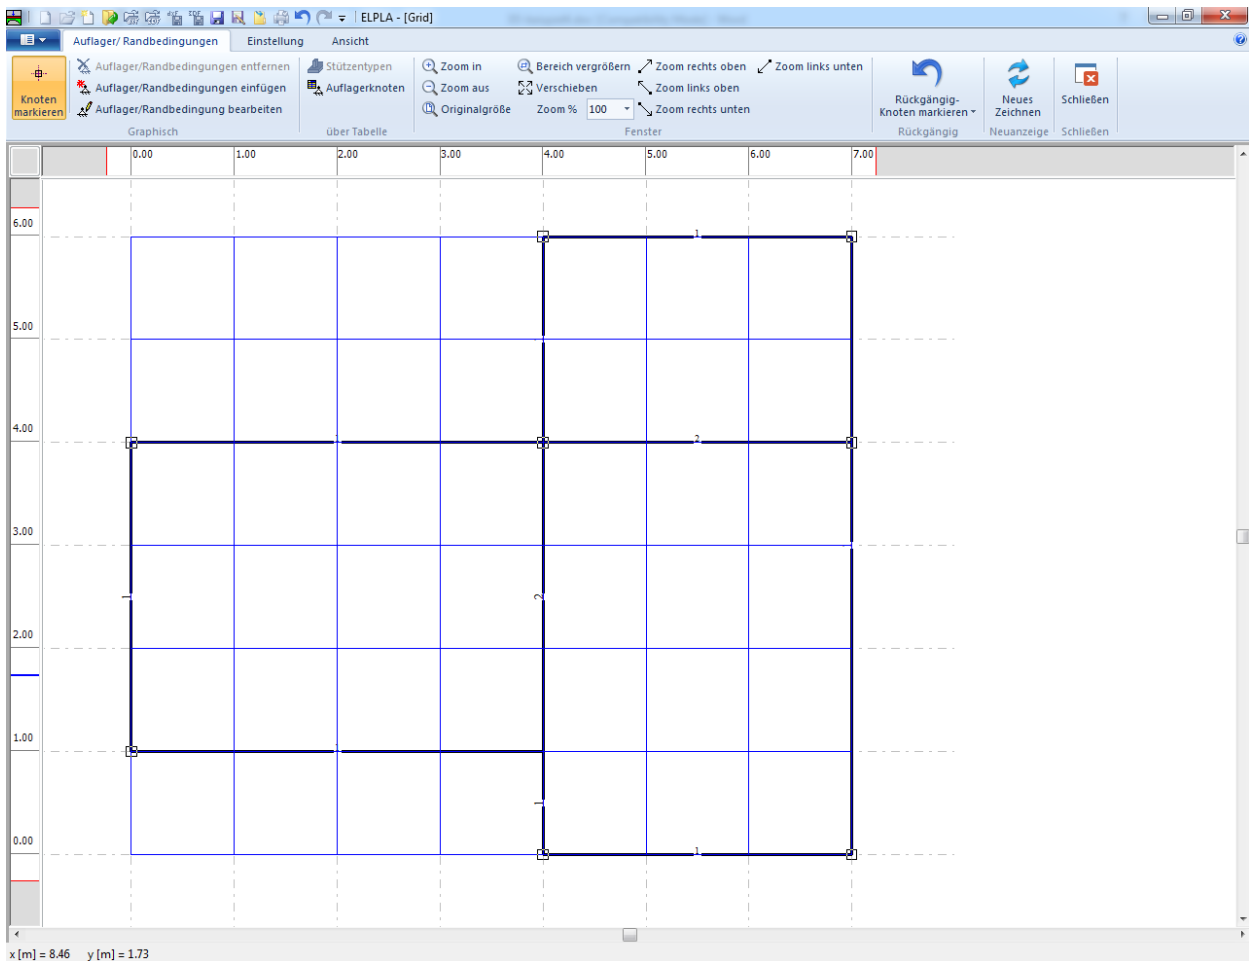

Bild 4.21 Markierung der Knoten mit Auflagern (kleine Rechtecke an den Ecken)
- Klicken Sie die linke Maustaste auf den gewünschten Knoten mit Auflager, wie im Bild 4.21 gezeigt
- Nach dem Auswählen von Knoten der Auflager wählen Sie "Auflager einfügen" aus dem Menü "graphisch" im Bild 4.21